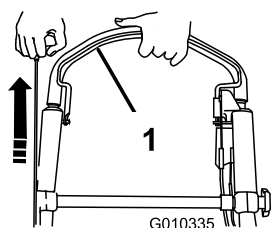

Figura 16
2. Sujete la barra de control de la cuchilla contra el manillar y tire del arrancador de retroceso (Figura 16).